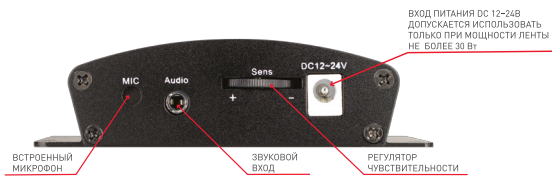

Рис. 2. Назначение элементов, расположенных на боковой стороне контроллера.
- 3.6. При использовании аудиовхода, подключите источник сигнала ко входу Audio (Рис. 2). При подключении коннектора к аудиовходу, встроенный микрофон отключается.